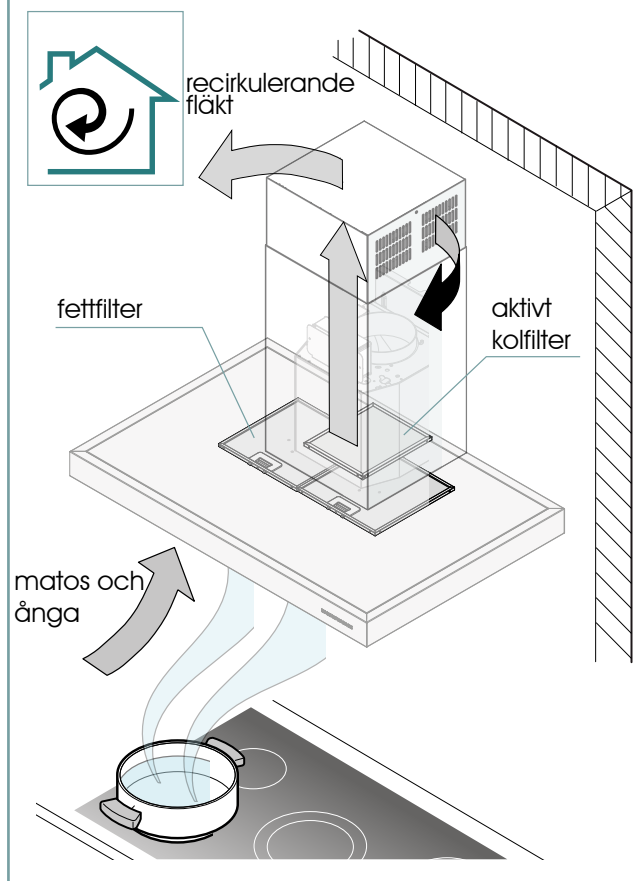

Fig. 2.
**kanallseras genom kolfilter** för att rena luften. Den reade luften återförs in i rummet genom avluftsgallren i skorstenens överkant (recirkulerande fläkt, se fig 2).
Aktivt kolfilter: detta används på recirkulerande modeller, se bild 2 och ska bytas ut till nya filter ungefär var 3-4 månad beroende på hur mycket fläkten används.